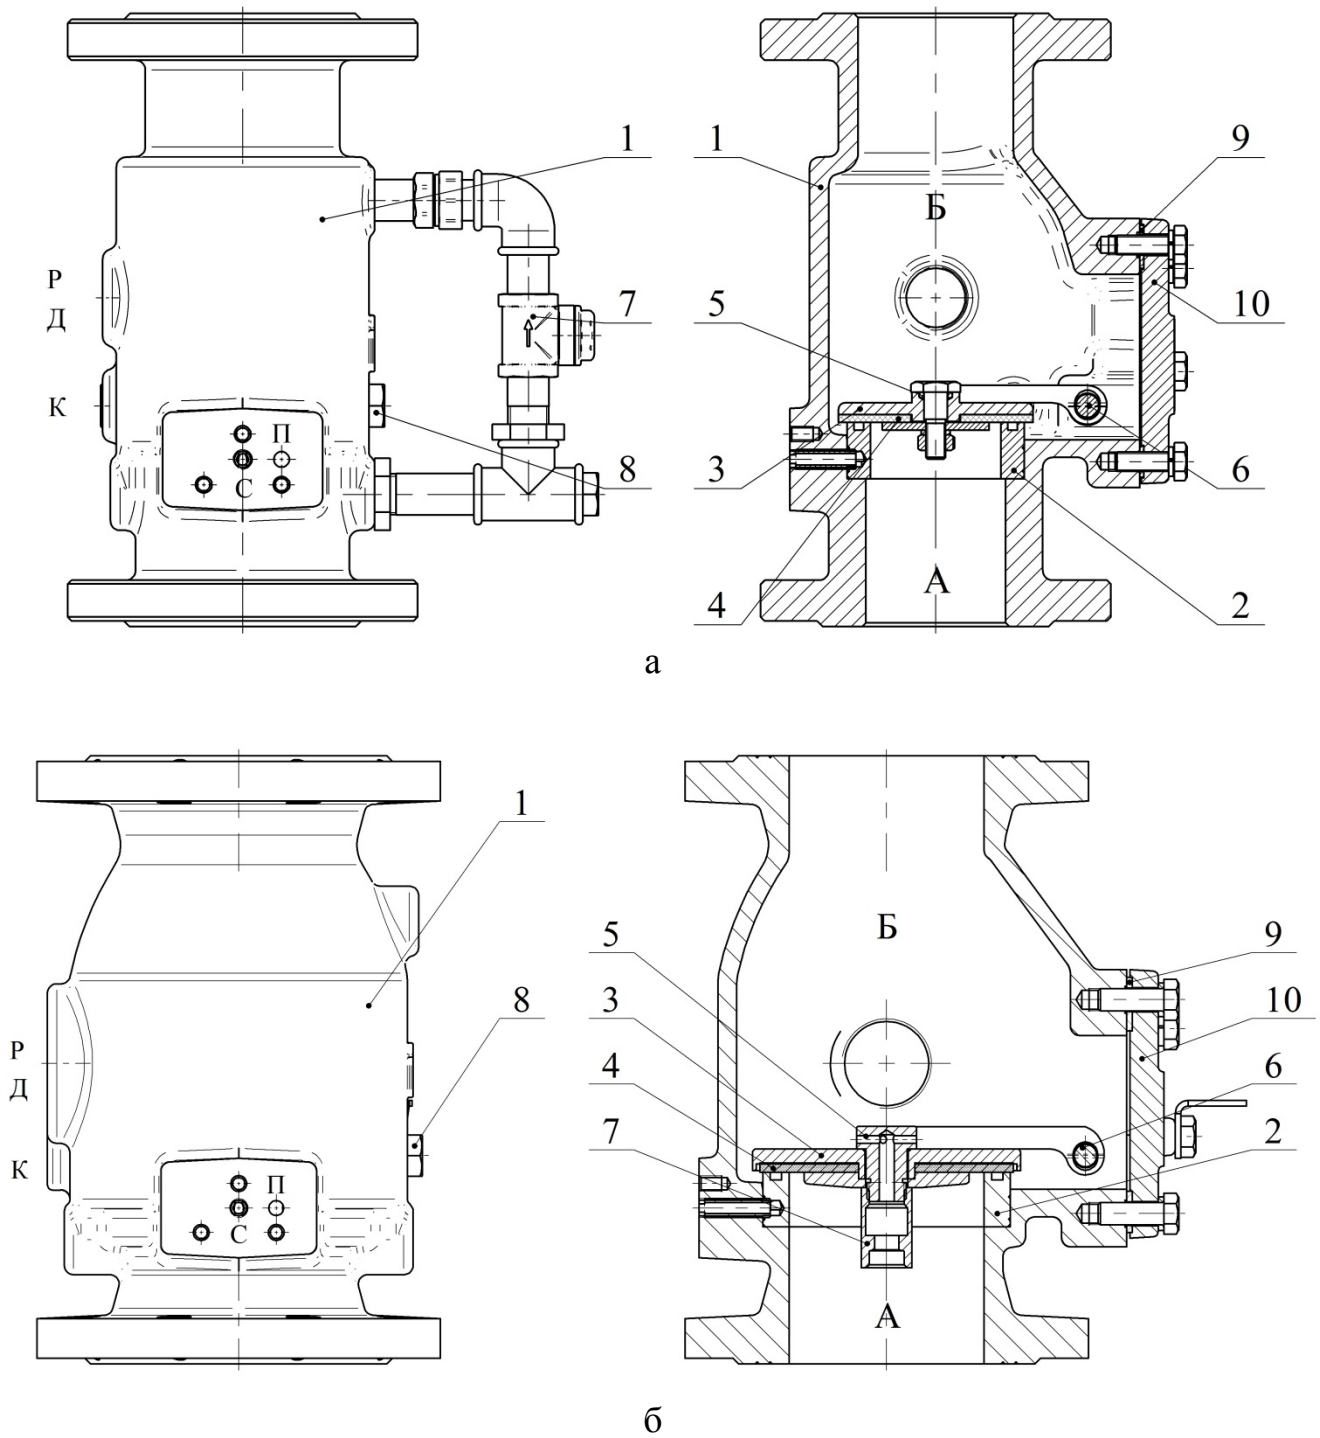

Рисунок 1 - Клапан сигнальный спринклерный «Баге плюс»
5.2 Клапан (К) (рисунок 1) состоит из корпуса 1, с входным «А» и выходным «Б» отверстиями, затвора 3, установленного шарнирно на оси 6, которая фиксируется от смещения двумя пробками 8. Необходимое уплотнение, между затвором 3 и седлом 2, обеспечивается резиновой пластиной 4, закрепленной на затворе при помощи болта 5 (в УУ DN 100 и DN 150 болт выполняет роль компенсатора для подпитки питающего трубопровода; в УУ DN 65 и DN 80 данный компенсатор выполнен в корпусе клапана). Обратный клапан 7, препятствует сбросу давления в питающем трубопроводе при его уменьшении в подводящем трубопроводе. В УУ DN 65 и DN 80 обратный клапан установлен снаружи корпуса (рисунок 1а), в УУ DN 100 и DN 150 обратный клапан установлен внутри корпуса (рисунок 1б). Для ремонта и обслуживания клапана, в его корпусе предусмотрено окно, закрытое крышкой 10 с прокладкой 9.
- снять крышку 10 (рисунок 1), открутить пробки 8, вынуть ось 6, вынуть затвор 3;